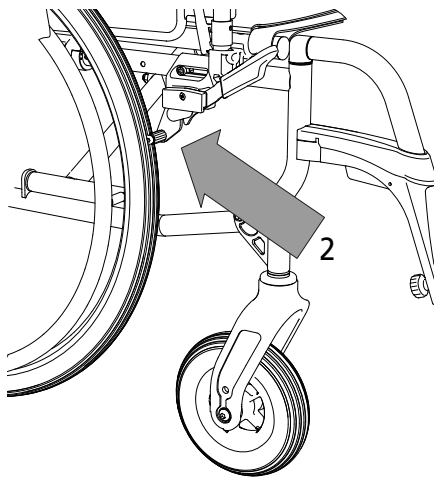

fig.25
2. Skub bremsehåndtaget yderligere fremad, indtil du kan høre, det klikker på plads (2, fig. 25).